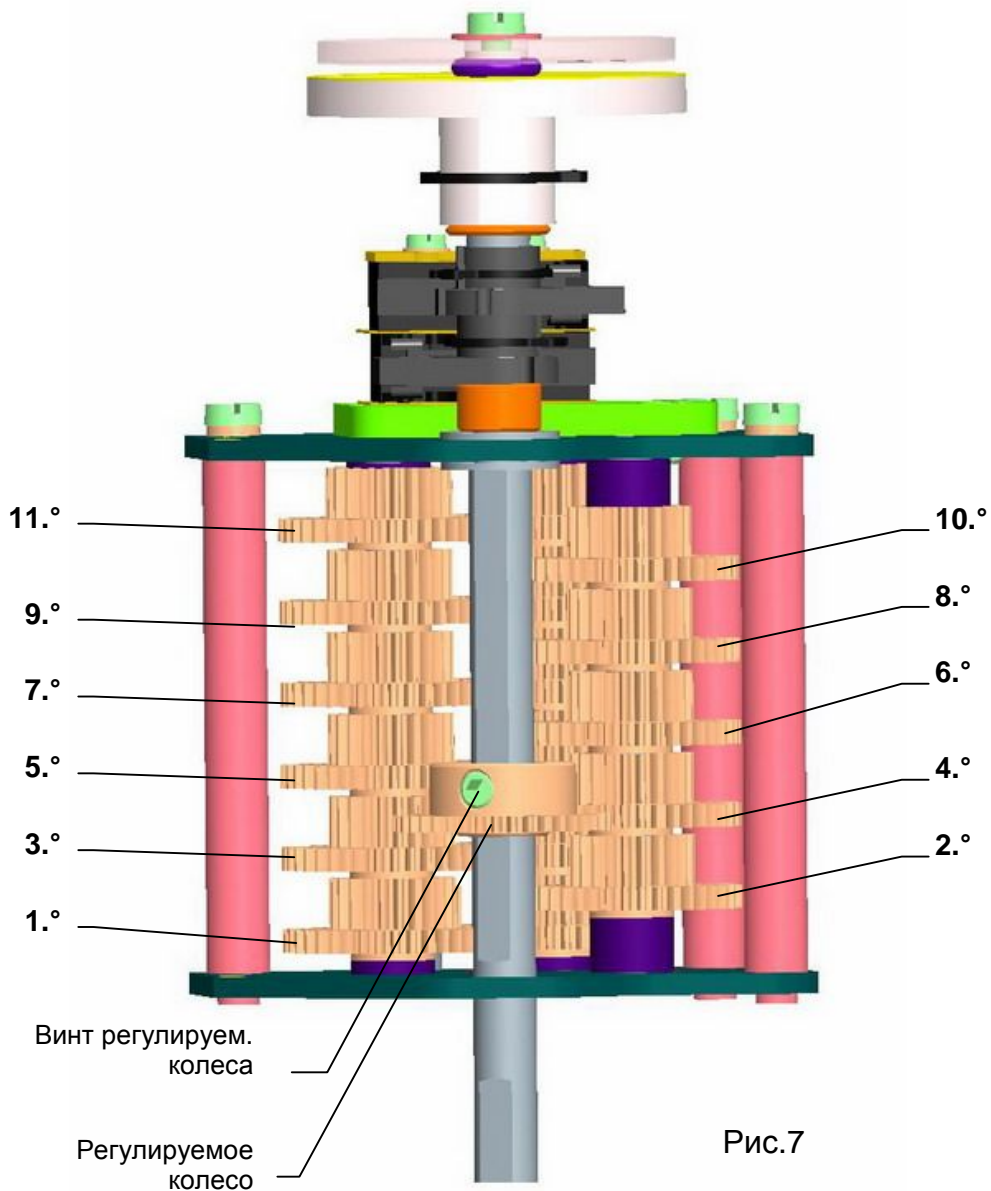

Рис.7
- Переводное колесо редуктора сигнализации переместите после деблокировки винта переводного колеса на требуемый ступень диапазона(на ближайший высший, или равный соответствующим конкретным оборотам) по Таб. No 3 и Рис. 7. При настройке переводного колеса следите за правильным зацеплением с колесом данной ступени и винт повторно укрепите.